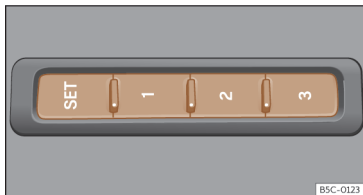

Fig. 104 No lado exterior do banco do condutor: botões de memória
- Pressione o botão **SET** durante mais de 1 segundo >>> **Fig. 104**.